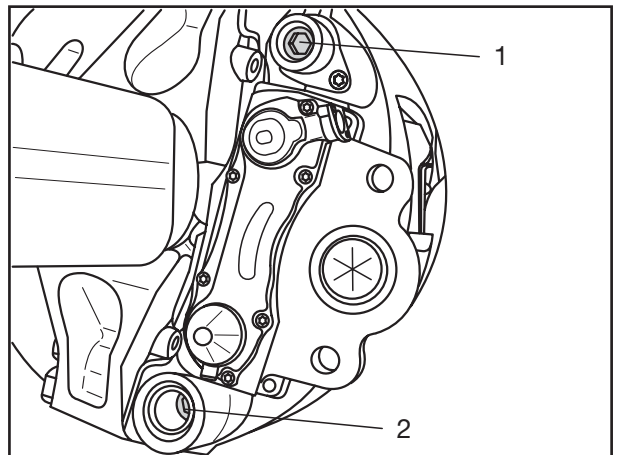
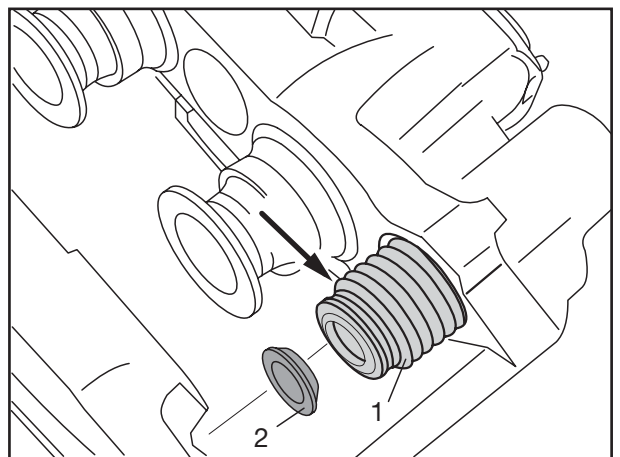

Fig. 5
Fig. 6
- [12] Neue Zylinderschrauben (Fig. 5/1 und 5/2) einschrauben und mit $M = 180 \text{ Nm}$ und 90° Winkelnachzug anziehen.
Bei der Montage des Bremssattels auf richtigen Sitz des inneren Faltenbalgs (Fig. 6/1) und des Ringes (Fig. 6/2) auf der Führungsbuchse achten.
[12] Fit in new cylinder cap screws (Figs. 5/1 and 5/2) and tighten to
When installing the brake caliper, make sure the inner bellow (Fig. 6/1) and the ring (Fig. 6/2) are correctly seated on the guide bush.
[12] Introduire des vis à tête cylindrique neuves (Fig. 5/1 et 5/2) et les serrer à un couple $M = 180 \text{ Nm}$ avec serrage angulaire complémentaire de 90° . Lors du montage de l'étrier de frein, veiller à un positionnement correct du soufflet intérieur (Fig. 6/1) et de la bague (Fig. 6/2) sur le manchon de guidage.